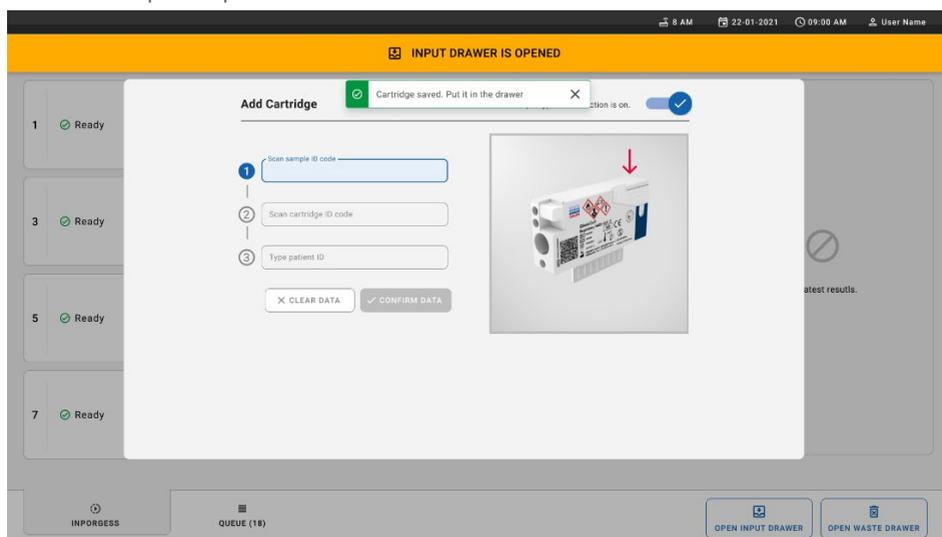

Figure 28. Écran d'ajout d'une cartouche.
- Placez la cartouche dans le tiroir d'entrée. Assurez-vous que la cartouche est correctement insérée dans le plateau (figure 28).